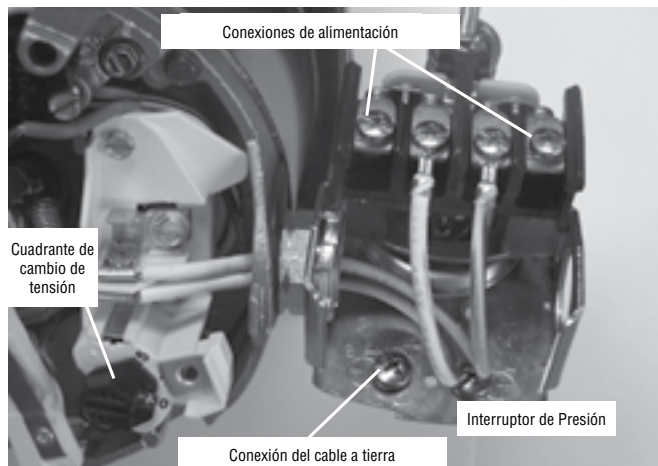

Figura 16: Tensión configurada para 230 V, tipo cuadrante.
3. Conecte los conductores de alimentación a los dos tornillos exteriores en el manóstató según se ilustra en el Figura 16.
4. Conecte el cable a tierra a una de las conexiones a tierra según se ilustra en la Figura 16.
1. Conecte el alambre de puesta a tierra primero según se ilustra en la Figura 16. El alambre de puesta a tierra debe ser un alambre de cobre sólido por lo menos tan grande como los alambres de suministro de corriente.
4. Conecte los alambres de suministro de corriente al conmutador de presión según se ilustra en la Figura 16.